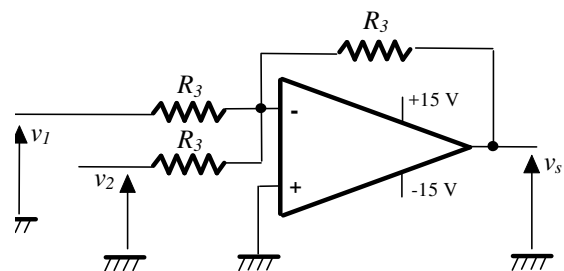

Figure 3 :
2) Déterminer l'expression de la tension de sortie du montage de la figure 3.